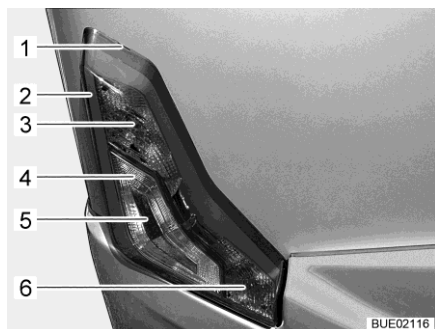

Fig. 291 Eclairage arrière
- Introduire un outil plat dans l'encoche (Fig. 291,1) et soulever le boîtier avec précaution.